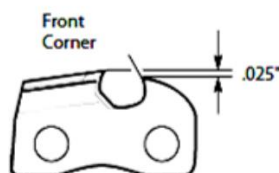

Figure.15
- retirez l'outil de jauge de profondeur. Avec la lime plate, arrondir le coin avant de la jauge de profondeur de coupe (voir la figure 15). Après plusieurs limailles à main, ayez un centre de service autorisé ou une machine de service d'affûtage pour aiguiser la chaîne. Cela assurera même le classement.